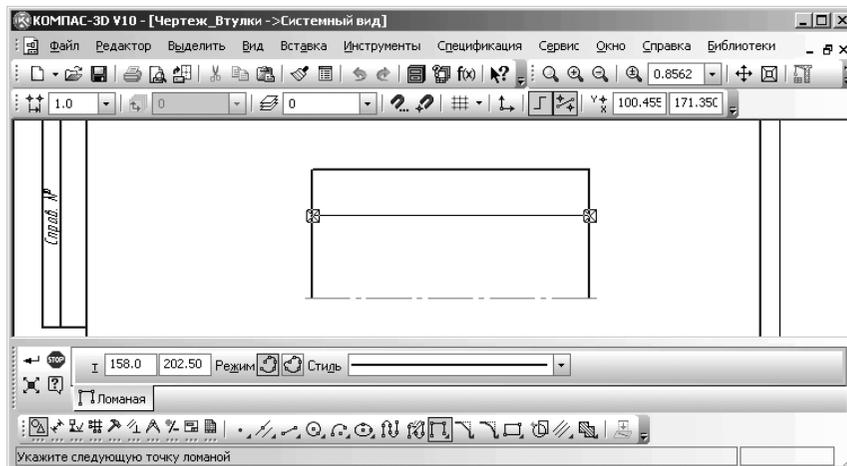

Рис. 4.67. Построение верхнего контура втулки
- введите координаты начальной и конечной точек ломаной (82, 180+22.5), (82+76, 180+22.5). Это состояние системы показано на рис. 4.67.